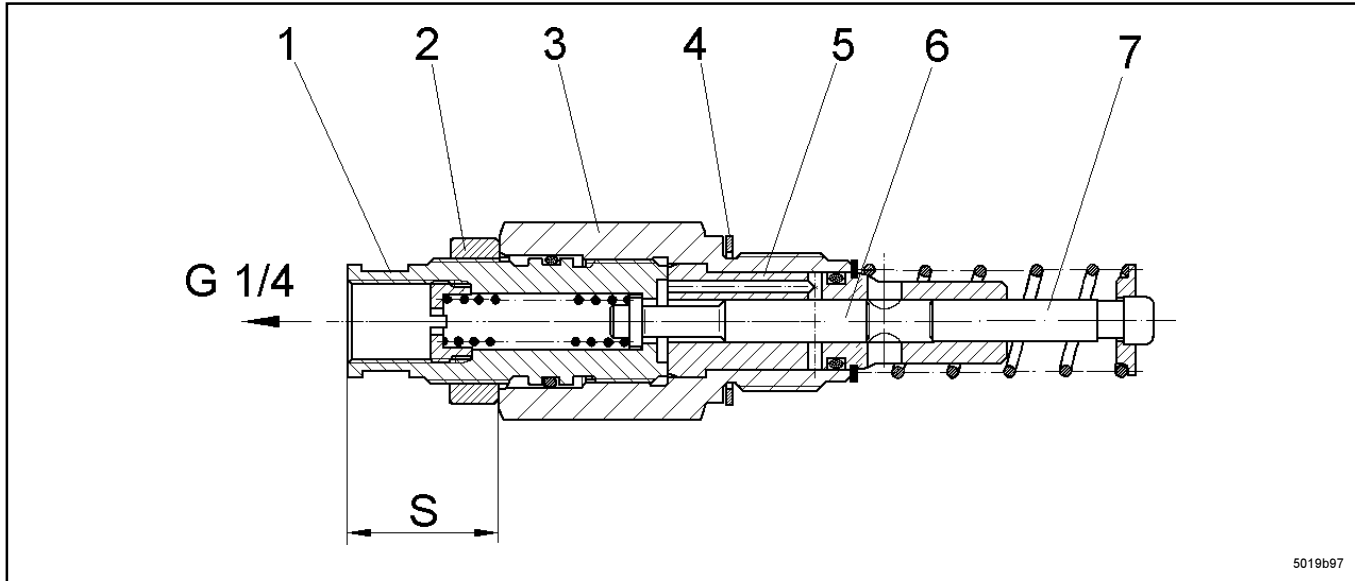
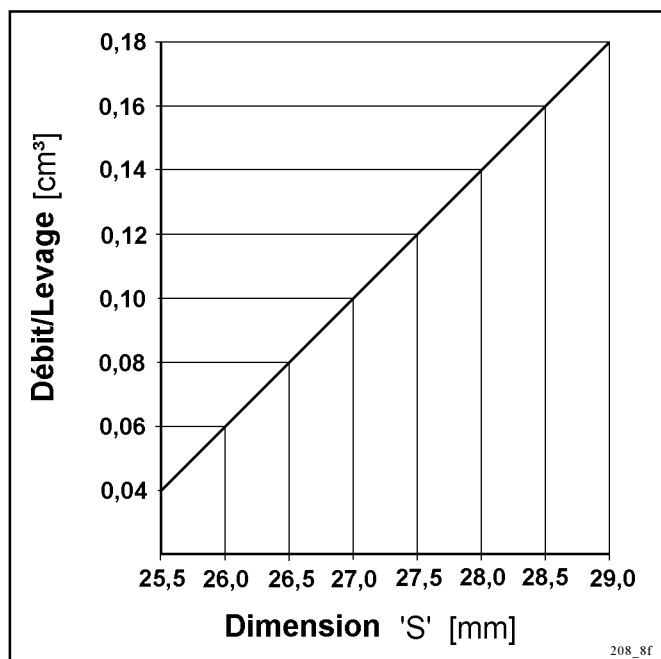

Fig. 4 . Vue en coupe de l'élément de pompage
Fig. 5 . Diagramme des débits
- Desserrer le contre-écrou (2, fig. 4) en fixant le corps de l'élément de pompe (3) à l'aide d'une seconde clé.
- Régler la tige de réglage (1) à l'aide d'une clé à vis
- La dimension "S" illustrée sur la fig. 4 peut être déterminée en fonction du débit désiré, suivant la figure 5.
- Dévisser la tige de réglage (1, fig. 4) du corps de l'élément de pompe (3) jusqu'à ce que "S" ait une dimension d'env. 30 mm
- Visser le contre-écrou (2) sur la butée de la tige de réglage (1)
- Visser la tige de réglage (1) avec le contre-écrou sur le corps de l'élément de pompe (3) jusqu'à la butée
- Régler la dimension "S" sur la valeur désirée suivant le diagramme (fig. 5).